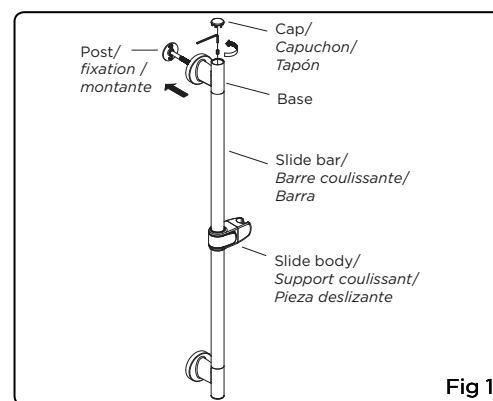

Fig 1
1. Enlever le capuchon. À l'aide de la clé hexagonale (fournie), desserrer la vis de pression et retirer la fixation de la base de la barre (fig. 1).
1. Quite el tapón. Utilice la llave hexagonal provista para aflojar el tornillo de presión y quite la sujeción de la base de la barra (fig. 1).